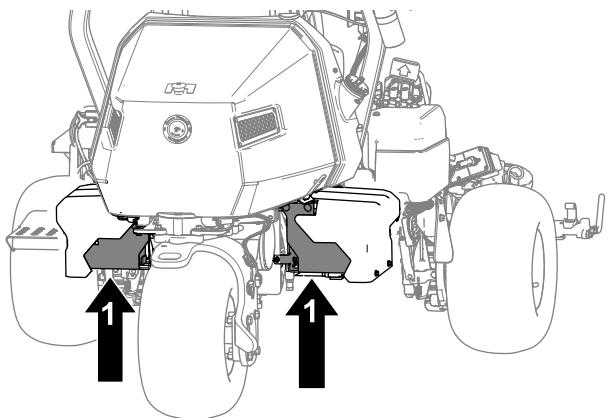

Figure 41
2. Après avoir levé la machine, placez une chandelle aux emplacement suivants pour la soutenir (Figure 41) :